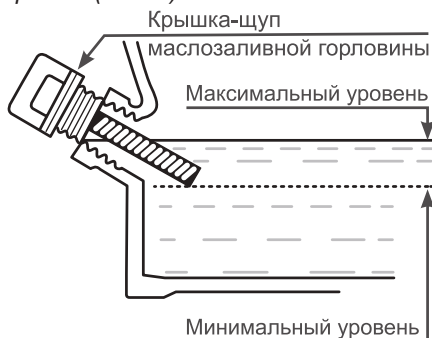

Рис. 7 Проверка уровня масла в картере
Максимальный уровень масла в картере соответствует нижней кромке заливного отверстия (Рис. 7).
2. Выкрутите крышку-щуп маслозаливной горловины и извлеките щуп (Рис. 7).
4. Аккуратно извлеките щуп и осмотрите его. Уровень масла должен соответствовать верхней отметке на щупе. При недостаточном уровне масла в картере необходимо долить чистое масло до верхней отметки на щупе, что соответствует нижней кромке заливного отверстия (Рис. 7).